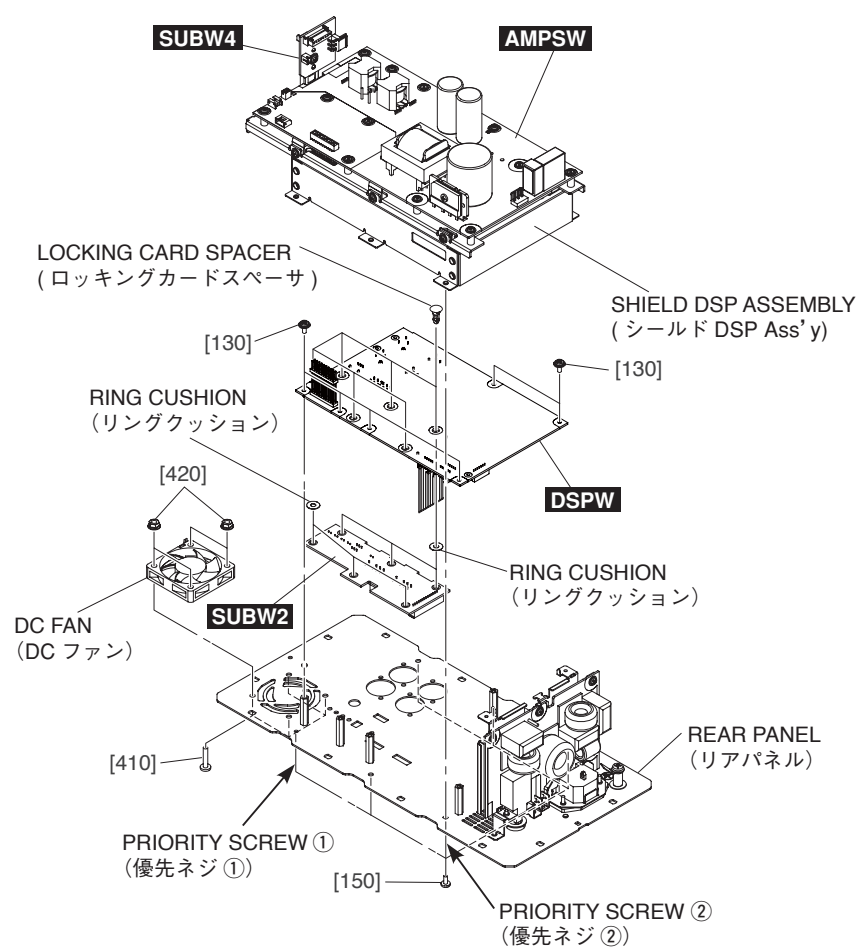
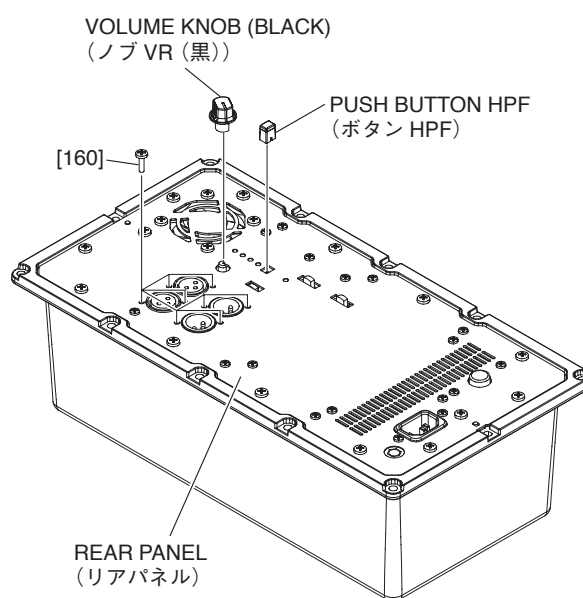

Fig. B-6 (図B-6)
Fig. B-7 (図B-7)
B-7-4 Remove the six (6) screws marked [150] from the rear panel side. The shield DSP assembly can then be removed together with the AMPSW circuit board and SUBW4 circuit board. (Fig. B-6)
\* ***When installing the shield DSP assembly, first tighten the two (2) priority screws in order as shown in Fig. B-6.***
B-7-5 Remove the volume knob (black) and eight (8) screws marked [160] from the rear panel side. (Fig. B-7)
B-7-6 Remove the six (6) screws marked [130]. The DSPW circuit board can then be removed together with the SUBW2 circuit board. (Fig. B-6)
B-7-7 Remove the SUBW2 circuit board from the six (6) locking card spacers of the DSPW circuit board. (Fig. B-6)
\* ***The six (6) locking card spacers are not parts of the DSPW circuit board. When replacing the DSPW circuit board, remove the six (6) locking card spacers from the DSPW circuit board and install them to the new circuit board. (Fig. B-6)***
\* ***The push button HPF and the six (6) ring cushions are not parts of the SUBW2 circuit board. When replacing the SUBW2 circuit board, remove the push button HPF and the six (6) ring cushions from the SUBW2 circuit board and install them to the new circuit board. (Fig. B-6, Fig. B-7)***
B-8-4 Remove the four (4) screws marked [410] and four (4) hexagonal flange nuts marked [420]. The DC Fan can then be removed. (Fig. B-6)
B-7-4 リアパネル面から [150] のネジ 6 本を外して、AMPSW シート、SUBW4 シートと共にシールド DSP Ass'y を外します。(図 B-6)
※ シールド DSP Ass'y を取り付けるときは、優先ネジ 2 本を図に示す順番で先に締めてください。(図 B-6)
B-7-5 リアパネル面からノブ VR (黒) 1 個と [160] のネジ 8 本を外します。(図 B-7)
B-7-6 [130] のネジ 6 本を外して、SUBW2 シートと共に DSPW シートを外します。(図 B-6)
B-7-7 DSPW シートのロッキングカードスペーサ 6 箇所から SUBW2 シートを外します。(図 B-6)
※ ロッキングカードスペーサ 6 個は、DSPW シートの構成部品ではありません。DSPW シートを交換する際には、DSPW シートからロッキングカードスペーサ 6 個を取り外して、新しいシートに取り付けてください。(図 B-6)
※ ボタン HPF 1 個とリングクッション 6 個は、SUBW2 シートの構成部品ではありません。SUBW2 シートを交換する際には、SUBW2 シートからボタン HPF 1 個とリングクッション 6 個を取り外して、新しいシートに取り付けてください。(図 B-6、図 B-7)
B-8-4 [410] のネジ 4 本と [420] の六角フランジナット 4 個を外して、DC ファンを外します。(図 B-6)